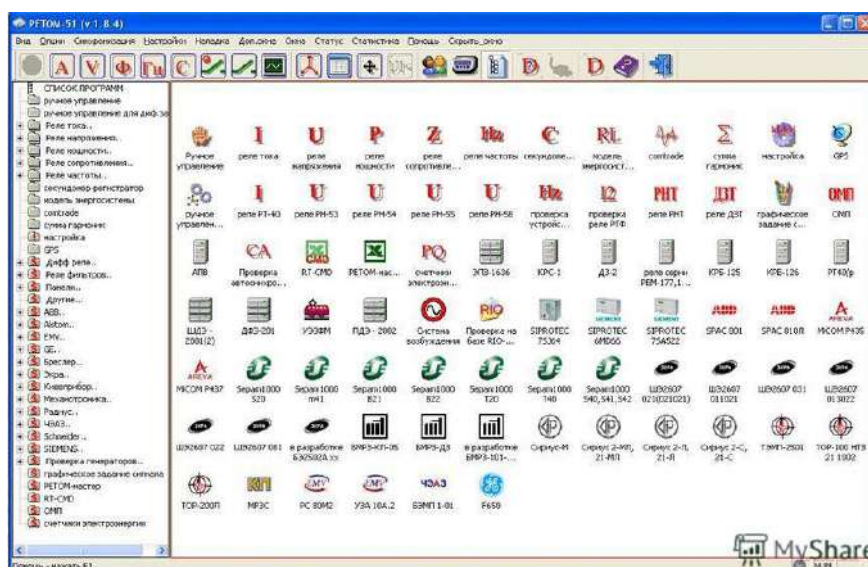

Рисунок 2.10 – Окно «РЕТОМ–61»
12. Запустить приложение «РЕТОМ.exe» от имени администратора (рис. 2.10).